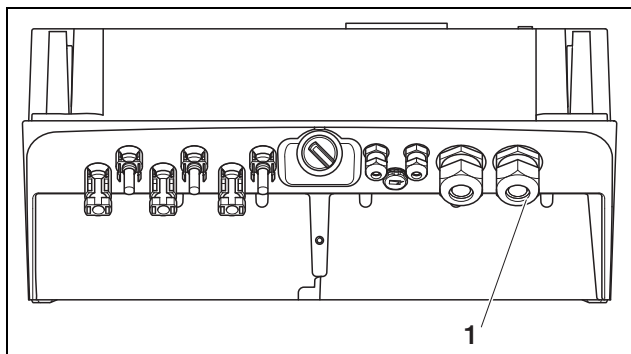

Figura 10: Conexiones en la carcasa (el número de entradas disponibles depende del modelo)
- Abra el racor para el cable de red (1 en la figura 10).